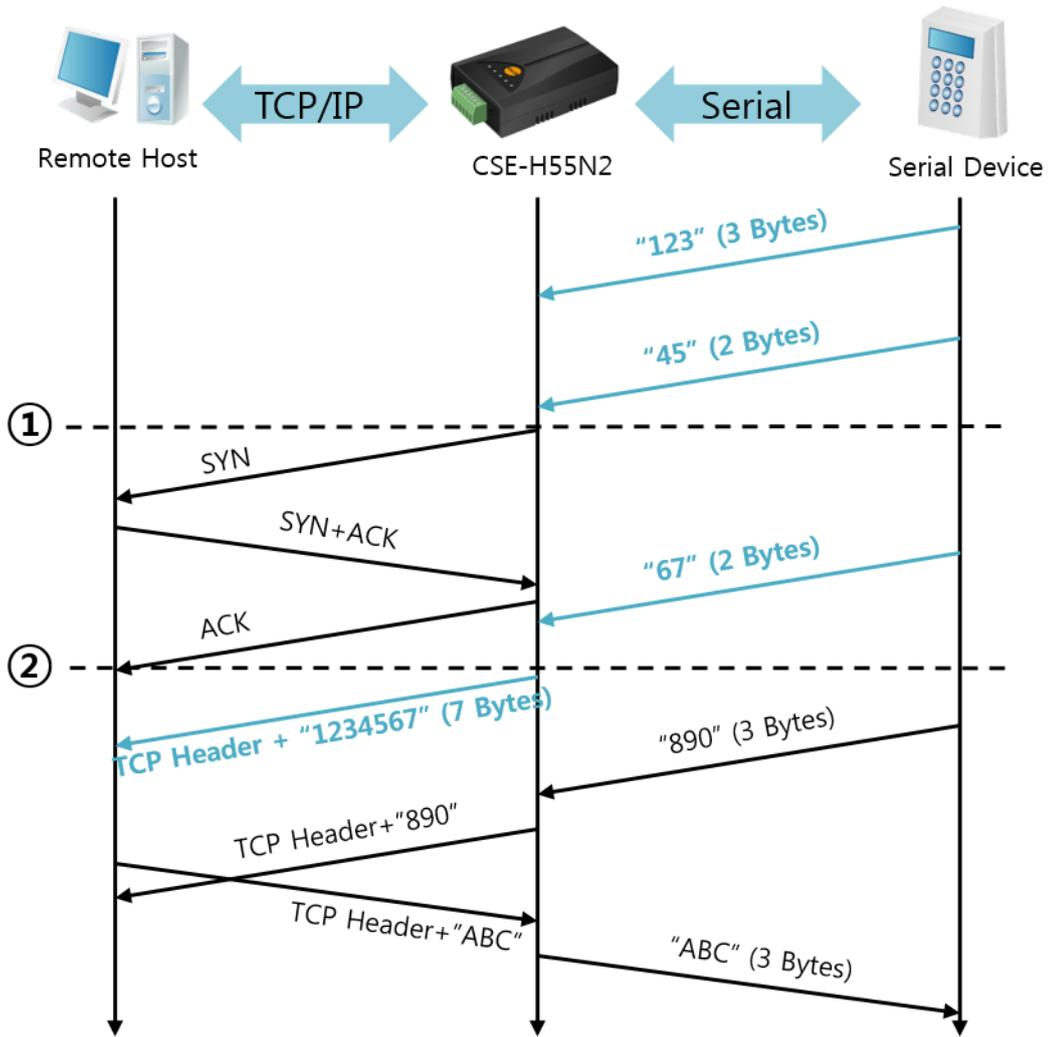

图 5-5 连接前数据大小为5的情况
就如图 5-5中所示CSE-H55N2在串行数据为5字节时，立即发送邀请。另外，在TCP连接邀请前始点①进来的串行数据“123”，“45”与结束TCP连接始点②前进来的数据“67”依据[连接前数据大小]为0以外的值设定情况构成连接后传送到远程HOST。